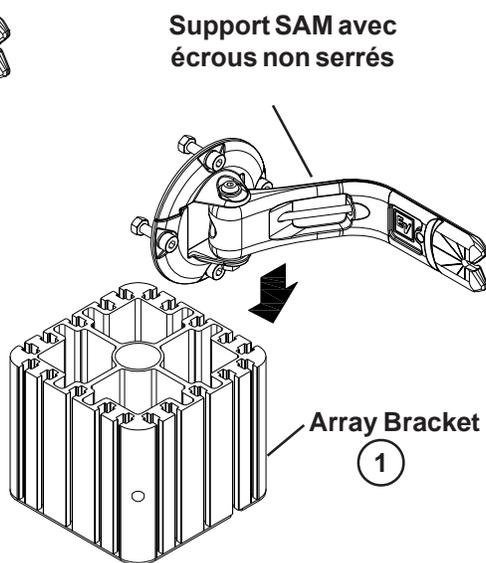
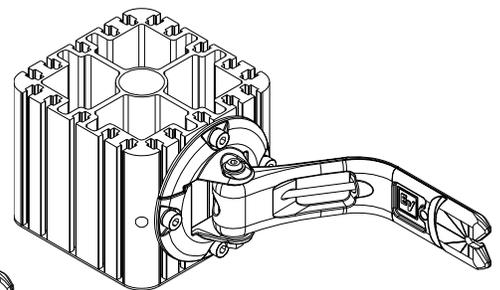

Figure 4b:
Figure 4c:
3. Retirer les (4) écrous et les fixer dans les cannelures adéquates sur le support de cluster (Item 1) et centrer (Figure 4b). Visser à fond les écrous 3/16" avec une clé à molette (Figure 4c).